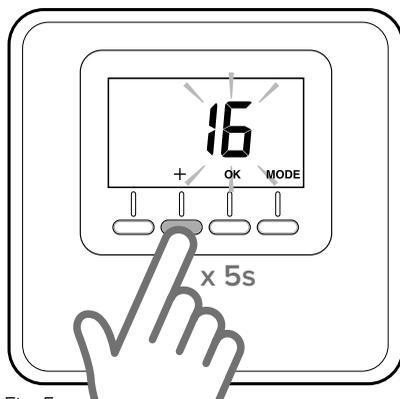

Fig. 5
- Premere il tasto “+” sul sensore ambiente (fig. 5) per 5 secondi. Il display mostra, alternando, la versione software e l'indice di modifica